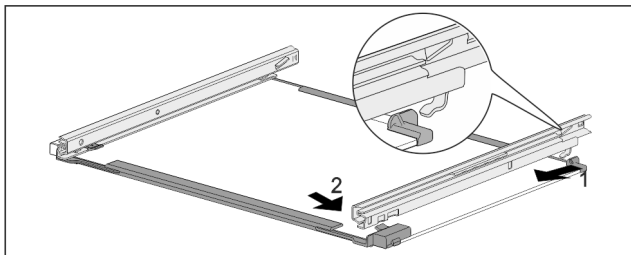

Fig. 228 Skleněná deska s kolejničkami
- ▶ Zahákněte kolejničku vzadu. Fig. 228 (1)
- ▶ Zaklapněte kolejničku vpředu. Fig. 228 (2)